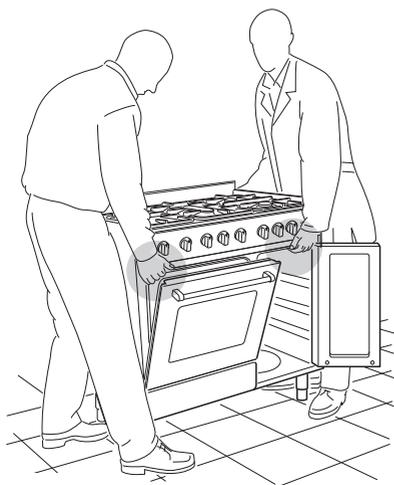
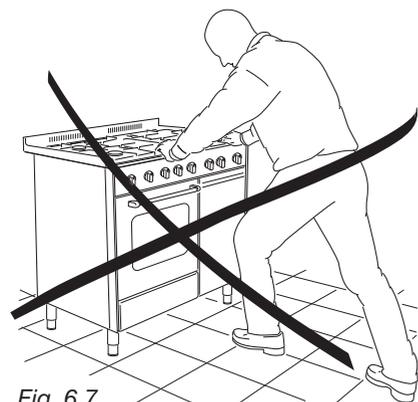

Fig. 6.5
Fig. 6.7
**ATTENZIONE:** La cucina deve essere sempre raddrizzata da due persone per evitare di danneggiare i piedi (fig. 6.5).
**ATTENZIONE:** Quando si sposta la cucina nella sua posizione definitiva, **NON TRASCINARLA** (fig. 6.7), ma sollevare i piedi dal pavimento (fig. 6.5).